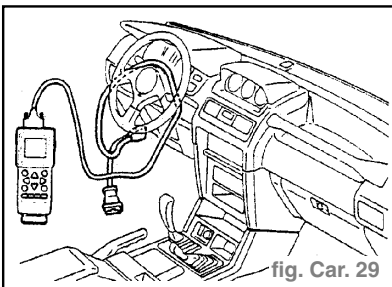

fig. Car. 29
- Brancher MUT-II au connecteur de diagnostic (16-broches) sur le côté droit ou gauche du bloc de jonction. (fig. Car. 29)